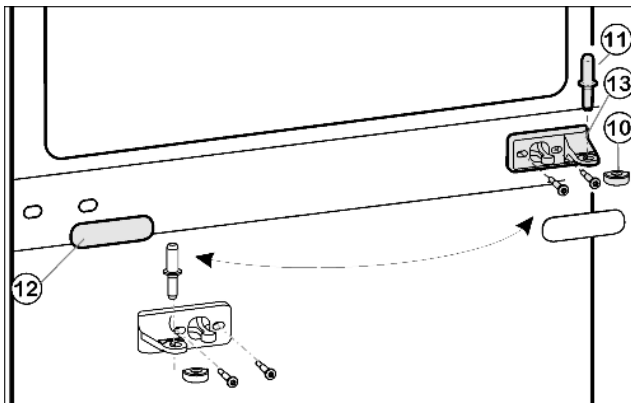
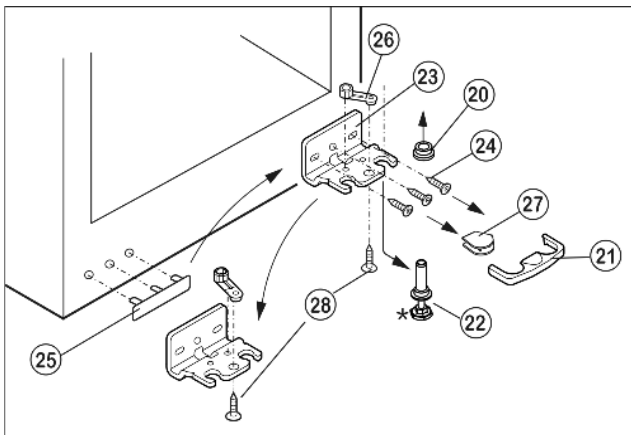

Fig. 5
Fig. 6
- Retirer le pivot d'appui central Fig. 5 (11) de sa charnière et de la porte inférieure.
- Retirer le capuchon en matière plastique Fig. 5 (10).
- Démontez la charnière du milieu Fig. 5 (13).
- ▶ Retirer avec précaution le panneau-cache Fig. 5 (12).
- ▶ Visser le support d'appui du milieu Fig. 5 (13), pivoté à 180°, sur le nouveau côté charnière avec un couple de serrage de 4 Nm.
- ▶ Faire encliqueter le panneau-cache Fig. 5 (12) tourné à 180° du nouveau côté de la poignée.
- ▶ Enlever le dispositif d'arrêt Fig. 6 (21) vers l'avant.
- ▶ Enlever le cache Fig. 6 (27) en bas.*
- ▶ Visser entièrement le pied réglable. Fig. 6 (22)
- ▶ Enlever le pivot Fig. 6 (22) vers le bas et vers l'avant. Ce faisant, respecter la douille de charnière Fig. 6 (20).
- ▶ Dévisser le support d'appui Fig. 6 (23) (3 x Torx 25) Fig. 6 (24).
- ▶ Dévisser l'élément pivotant Fig. 6 (26) (1 x vis Torx 25) Fig. 6 (28) et le replacer dans le logement opposé de la charnière, ensuite le revisser.
- ▶ Soulever le cache Fig. 6 (25) du côté poignée avec précaution et le déplacer.
- ▶ Revisser le support d'appui Fig. 6 (23) sur le nouveau côté charnière en utilisant une visseuse sans fil si nécessaire, avec un couple de serrage de 4 Nm.
- ▶ Mettre le cache Fig. 6 (27) sur le côté opposé.*
- ▶ Le dispositif d'arrêt (21) doit s'enclencher latéralement sur la charnière afin de protéger les pivots d'appui et la porte.
- ▶ Replacer le dispositif d'arrêt (21) sur la charnière.
- ▶ Remettre en place la douille de charnière Fig. 6 (20).
- ▶ Placer la porte supérieure par le haut sur le pivot d'appui inférieur Fig. 6 (22).
- ▶ Remettre le capuchon en plastique Fig. 5 (10) sur la charnière du milieu Fig. 5 (13).
- ▶ Placer le pivot du milieu Fig. 5 (11) sur le nouveau côté charnière à travers la charnière du milieu Fig. 5 (13) dans la porte inférieure.
- ▶ Placer la porte supérieure sur le pivot du milieu Fig. 5 (11).
- ▶ Aligner éventuellement les portes par rapport aux deux trous oblongs du support d'appui inférieur *Fig. 6 (23)* et du support d'appui central *Fig. 5 (13)* pour qu'elle affleure avec l'habillage de l'appareil. Pour cela, dévisser les vis centrales du support d'appui inférieur *Fig. 6 (23)*.